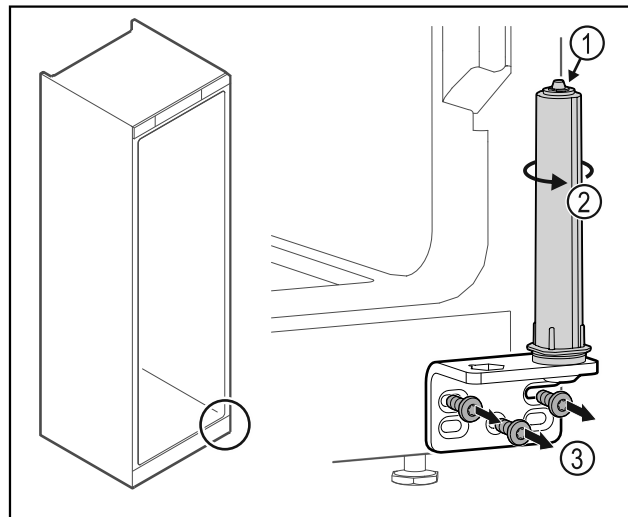

Fig. 30
- ▶ Du må ikke adskille dørlukkesystemet Fig. 30 (1).
- ▶ Drej lukkesystemet Fig. 30 (2), indtil det klikker.
- ▶ Skru hængselvinklen Fig. 30 (3) af.